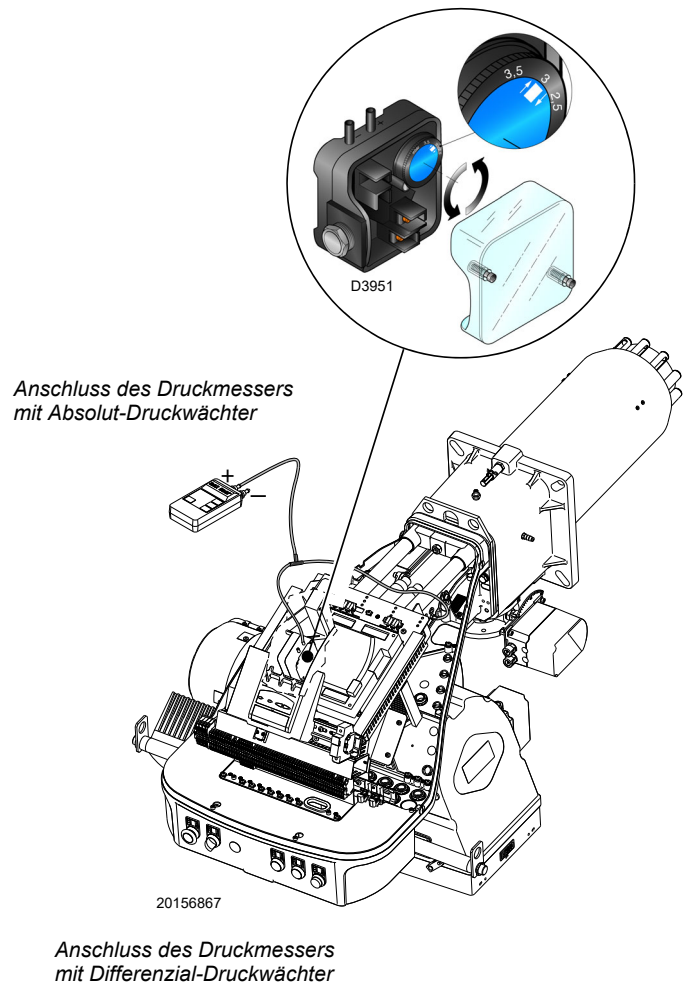

Abb. 28
- Den Luftdruckwächter (Abb. 28 auf Seite 31) auf den Skalenanfangswert stellen.
Einstellung des Luftdruckwächters (Abb. 28) nach Durchführung aller anderen Einstellungen des Brenners mit auf Skalenbeginn eingestelltem Luftdruckwächter ausführen.
Der Anschluss des Manometers ist auf der Abb. 28 angegeben. Die Standard-Konfiguration ist die des Luftdruckwächters, der in Absoluteinstellung angeschlossen ist. Es wird hier auf das Vorhandensein einer „T“-Verbindung (nicht im Lieferumfang enthalten) hingewiesen.
In diesem Fall muss auch das Manometer im Differenzial-Modus angeschlossen werden; siehe Abb. 28.